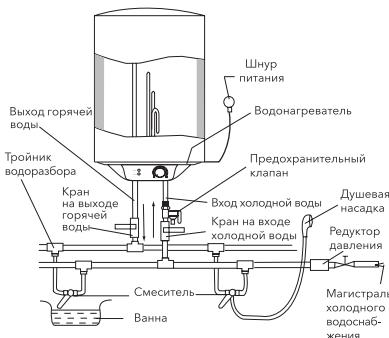

Рис. 4.
4. Если необходимо реализовать много-канальную систему водоснабжения, используйте способ соединения (см. рис. 4).